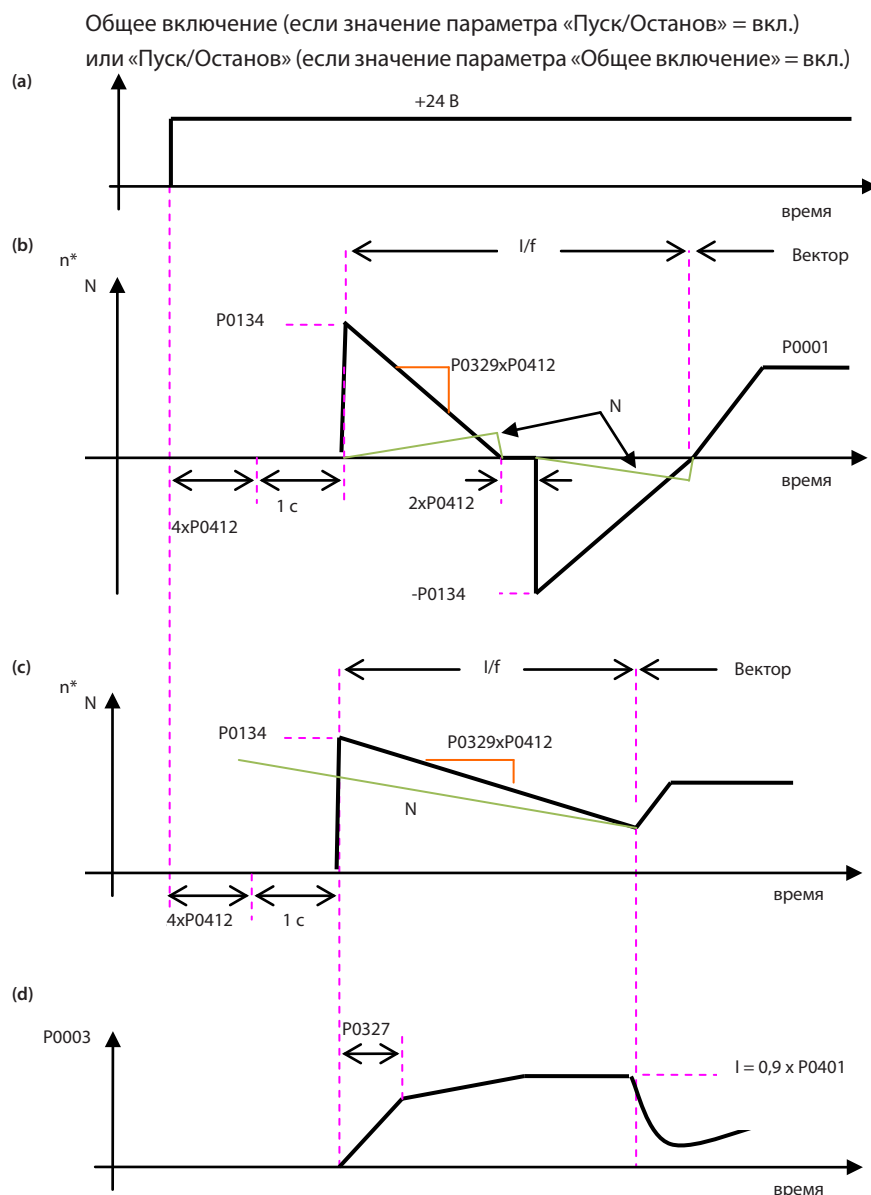

Рис. 12.6 (a)–(d). Влияние параметров P0327 и P0329 в процессе пуска с хода ($P0202 = 3$)
Работу функции пуска с хода (FS) в бессенсорном режиме при разгоне и замедлении можно понять, ознакомившись с рис. 12.6.
На рис. 12.6 (b) представлена работа уставки скорости при активировании функции пуска с хода при остановленном вале двигателя и низком значении P0329 (без оптимизации).
На рис. 12.6 (c) показана уставка скорости при активировании функции пуска с хода, если вал двигателя уже запущен в нужном направлении или вал остановлен при оптимизированном значении P0329.